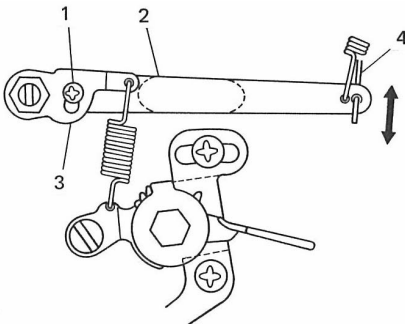

Fig. 23B
- a. First with engine off, loosen screw A (1).
Pull up governor outer lever (2) and push down governor spring lever (3), then at the same time retighten the screw A (Fig. 23B)
- a. D'abord, le moteur arrêté, desserrer la vis A (1). Relever le levier extérieur du régulateur (2) et enfoncer le levier du ressort du regulateur (3), puis resserrer simultanément la vis A. (Fig. 23B)
- a. Bei ausgeschaltetem Motor Schraube A (1) lösen. Dann den äußeren Reglerhebel (2) hochziehen und den Federhebel (3) des Reglers hinunterdrücken und gleichzeitig die Schraube A wieder festziehen (Fig 23B).
- a. Con el motor parado, aflojar primeramente el tornillo A (1).
Extraer la palanca exterior del regulador (2) y empujar la palanca del resorte del regulador (3), al mismo tiempo se reajustará el tornillo A (Fig 23B)
- a. Stanna först motorn och lossa sedan skruven A (1). Drag upp den yttre spaken (2) av regulatorn och tryck sedan ned dess fjäderspak (3). Drag samtidigt åt skruven A. (Fig. 23B)